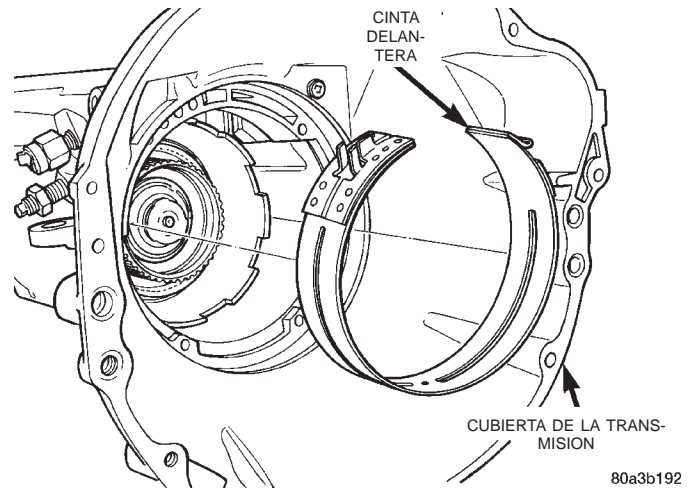

Fig. 103 Cinta delantera
- (30) Inserte la cinta delantera en la abertura del frente de la caja de transmisión (Fig. 103).